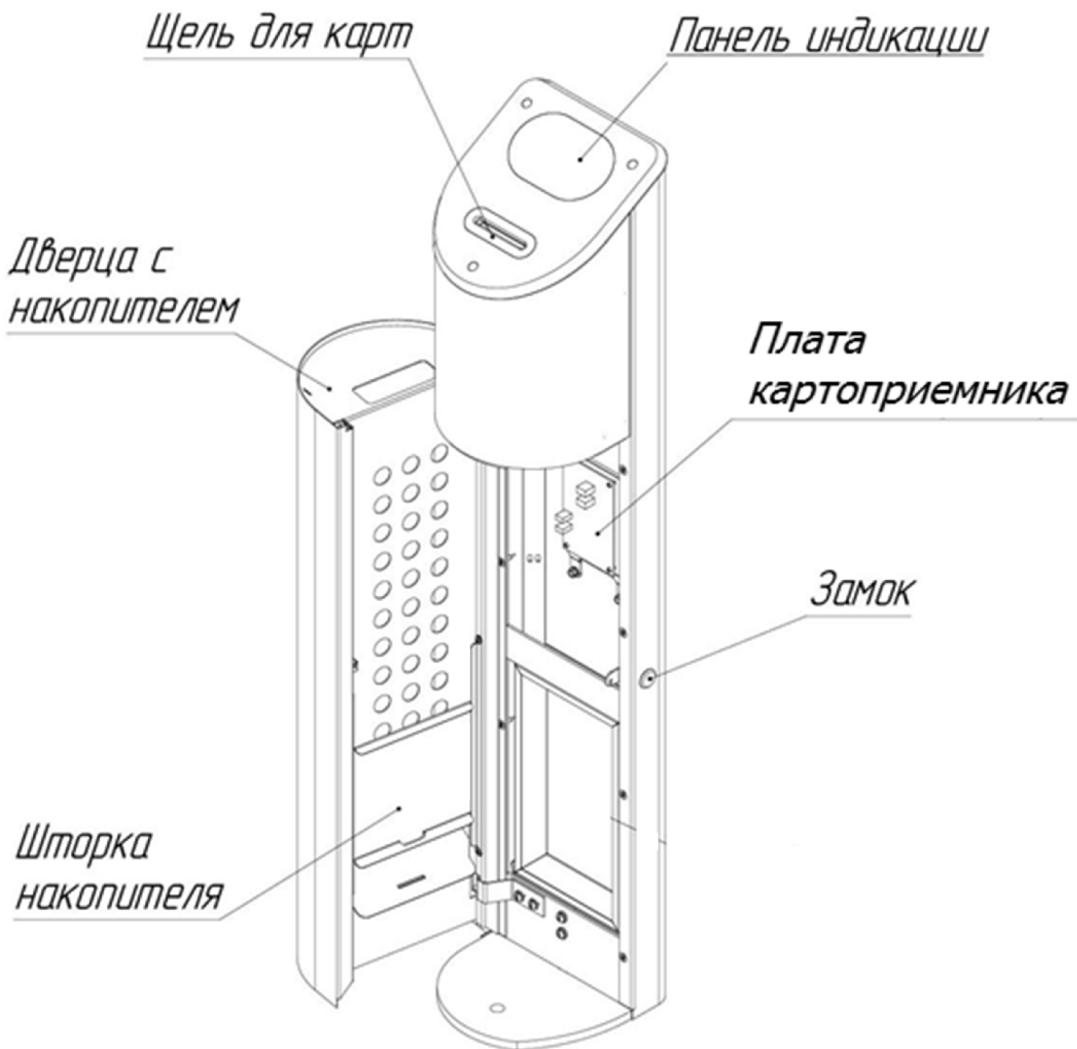

Рис. 1. Общий вид картоприемника
Подключите БП к сети ~220В и включите его. Картоприемник издаст звуковой сигнал, на панели индикации(рис. 1) загорится красный крест. Картоприемник готов к работе.
- откройте дверцу картоприемника с помощью ключа (рис. 1);
7.3.1. Откройте замок дверцы картоприемника с помощью ключа (рис. 1).